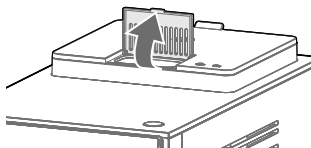

Fig. 1
3. Abra a tampa do recipiente de café em pó (Fig. 1).